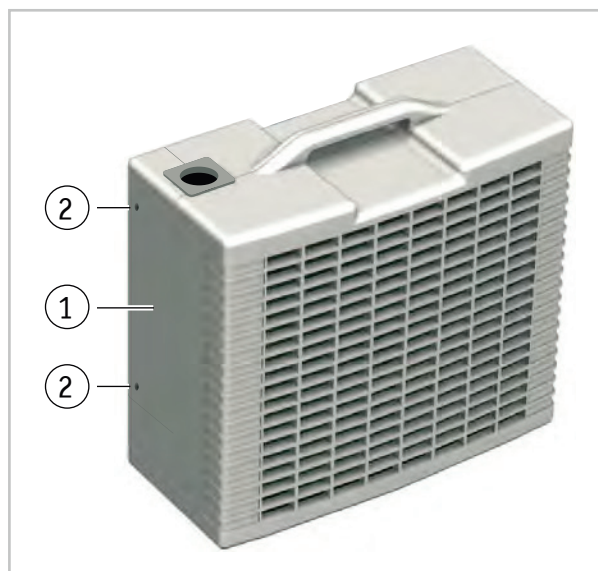

Abb. 12: Abdeckung entfernen
3. ➔ Entfernen Sie die 2 Schrauben der Abdeckung auf der Rückseite des Außenteils (Abb. 12).